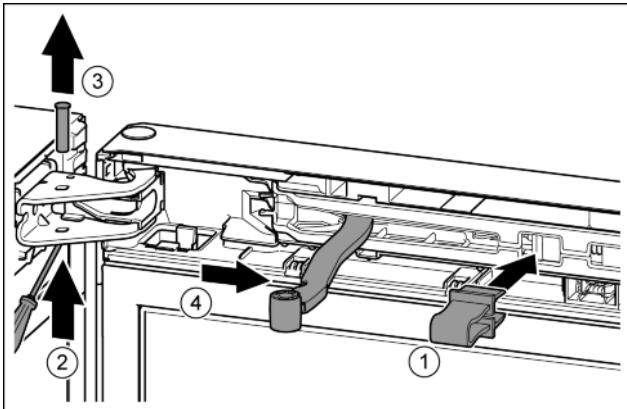

Fig. 8
- ▶ Фиксирайте предпазителя в отвора. Fig. 8 (1)
- ▶ С отвертката избутайте болта. Fig. 8 (2)
- ▶ Извадете болта нагоре. Fig. 8 (3)
- ▶ Завъртете шарнира в посока към вратата. Fig. 8 (4)